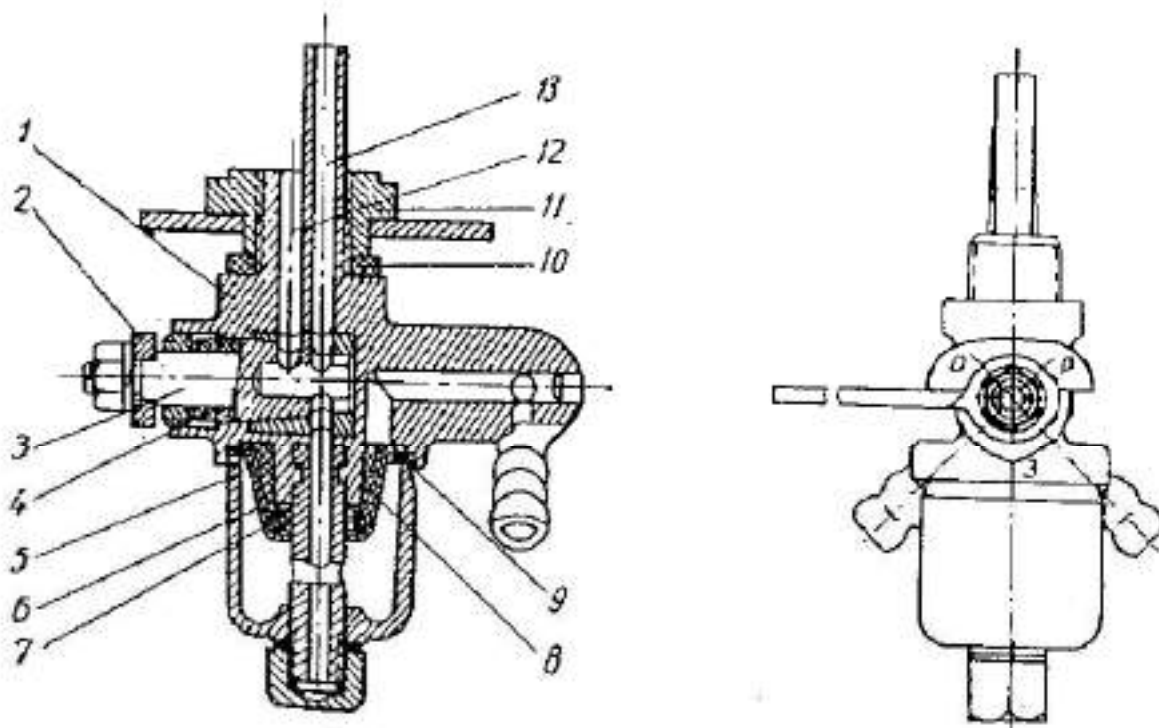
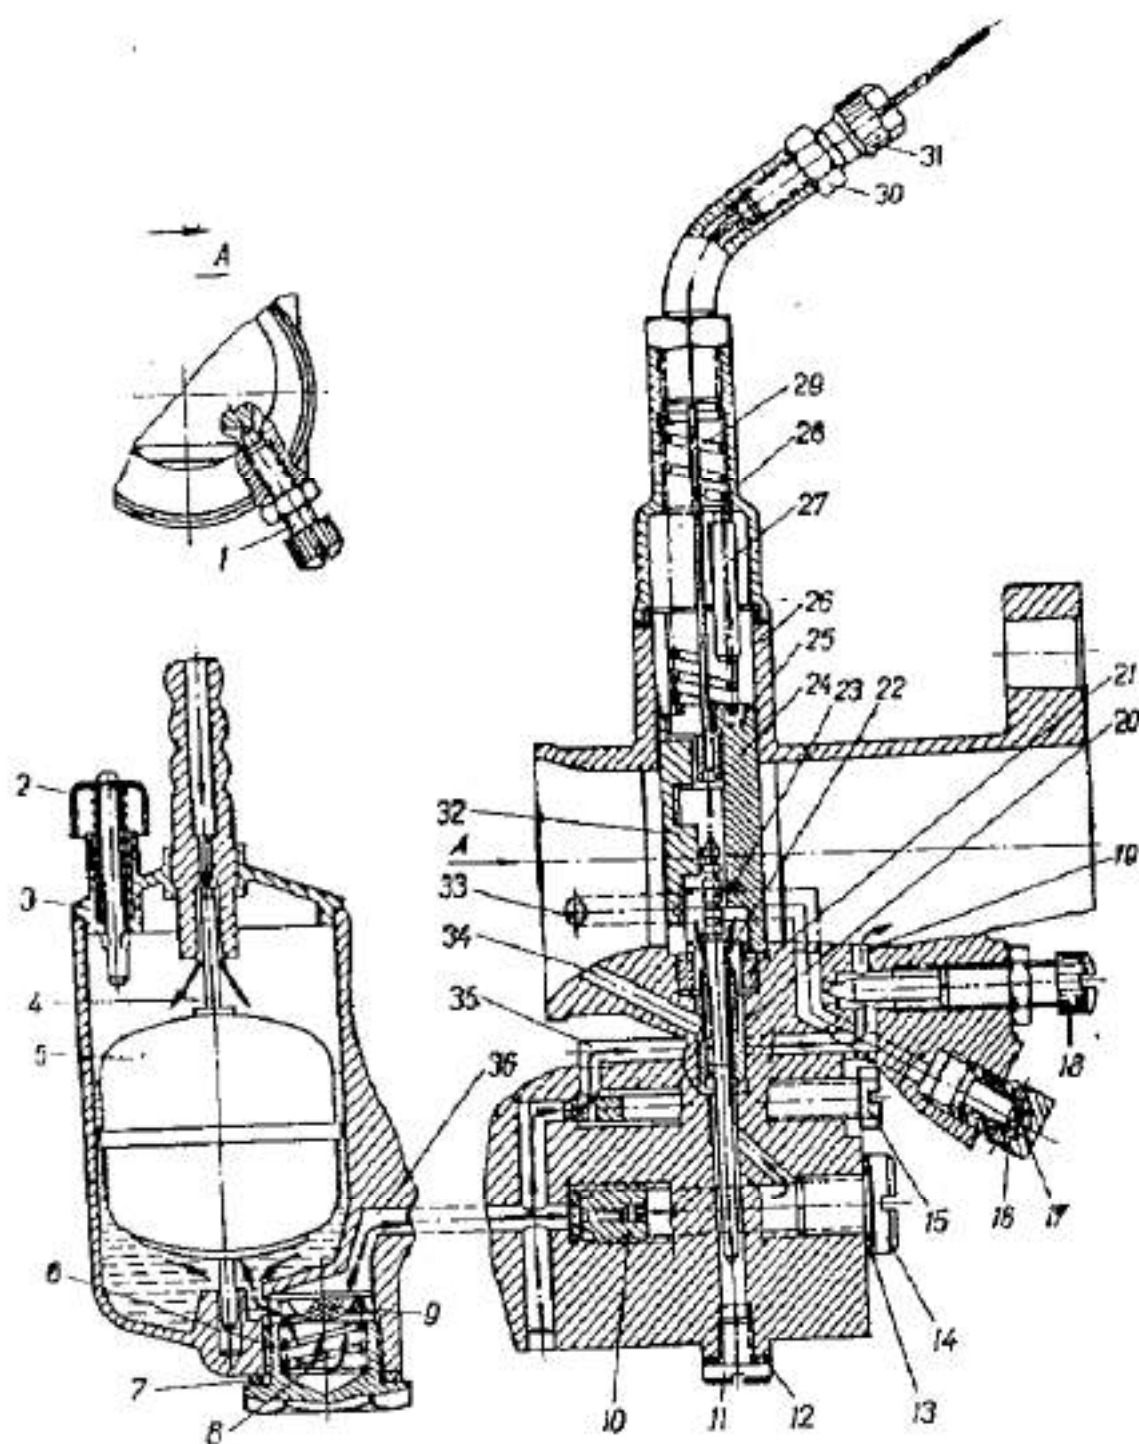

Рис. 5. Бензокраник:
Рис. 9. Карбюратор:
3. Открыть бензокраник (рис. 5) поставив его рукоятку в положение *O* — «открыто». Буквы на кранике обозначают: *З* — кран закрыт; *O* — кран открыт; *P* — кран открыт на расходование резерва.
Для предохранения топливной системы от загрязнения в бензозкранике имеется сетчатый фильтр и отстойник 5 (рис. 5), а на пробку фильтра 6 (рис. 9) карбюратора надевается сетчатый топливный фильтр 9.
При разборке карбюраторов нужно отвинтить пробку 14 (рис. 9), вывернуть главный жиклер 10 и продуть его воздухом. Отвинтить пробку 6, вынуть топливный фильтр 9 и промыть его. Для чистки жиклера ни в коем случае нельзя применять стальную проволоку, так как это может вызвать изменение его сечения, а следовательно и нарушение работы карбюратора.
отпустить контргайку, крепящую винт 1 (рис. 9), и ввернуть последний настолько, чтобы дроссель был приведен и двигатель давал повышенные обороты;